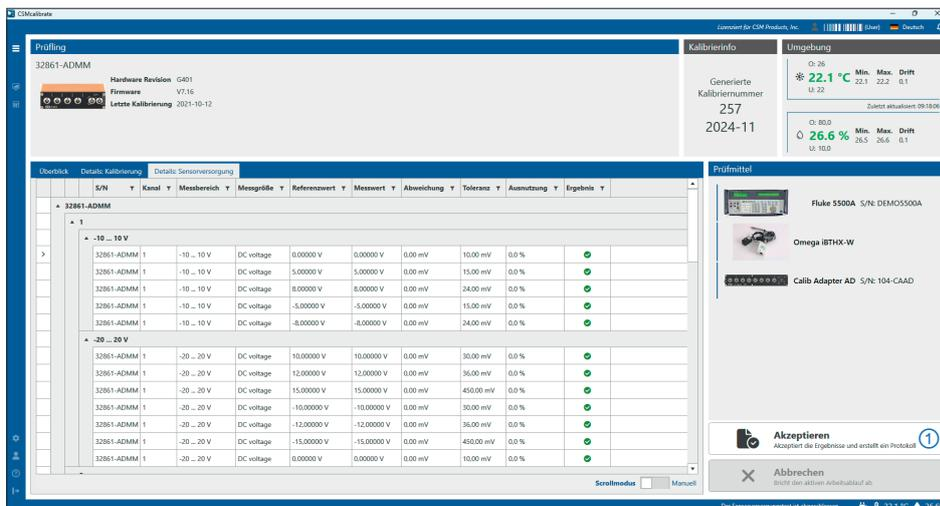

Abb. 2-18: Detailangaben zur Überprüfung der Sensorversorgung
☞ Klicken Sie abschließend auf **Akzeptieren** (Abb. 2-18, ①), um den Kalibrier- und den Prüfvorgang abzuschließen und das Kalibrierprotokoll zu erstellen.